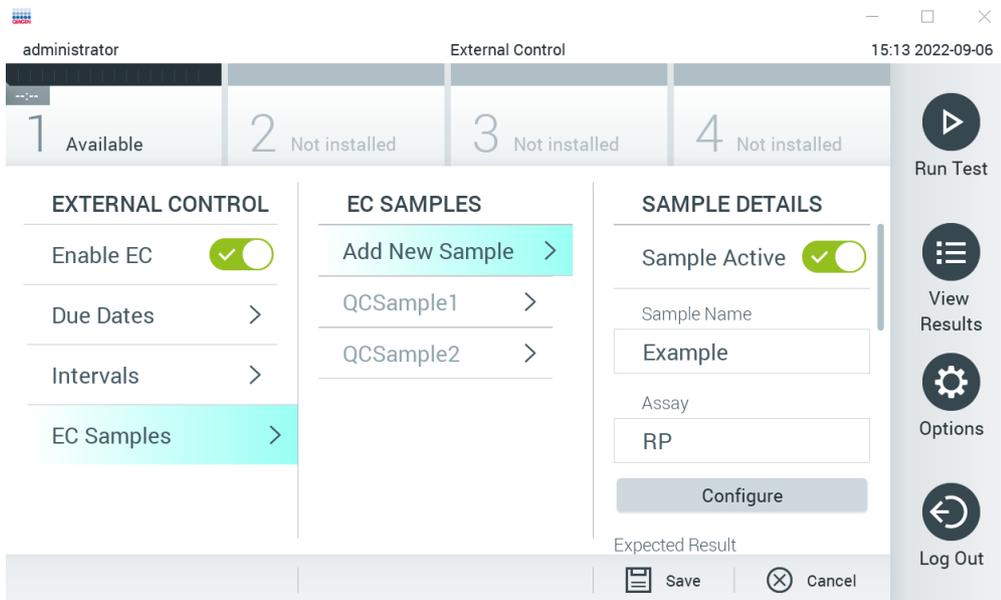
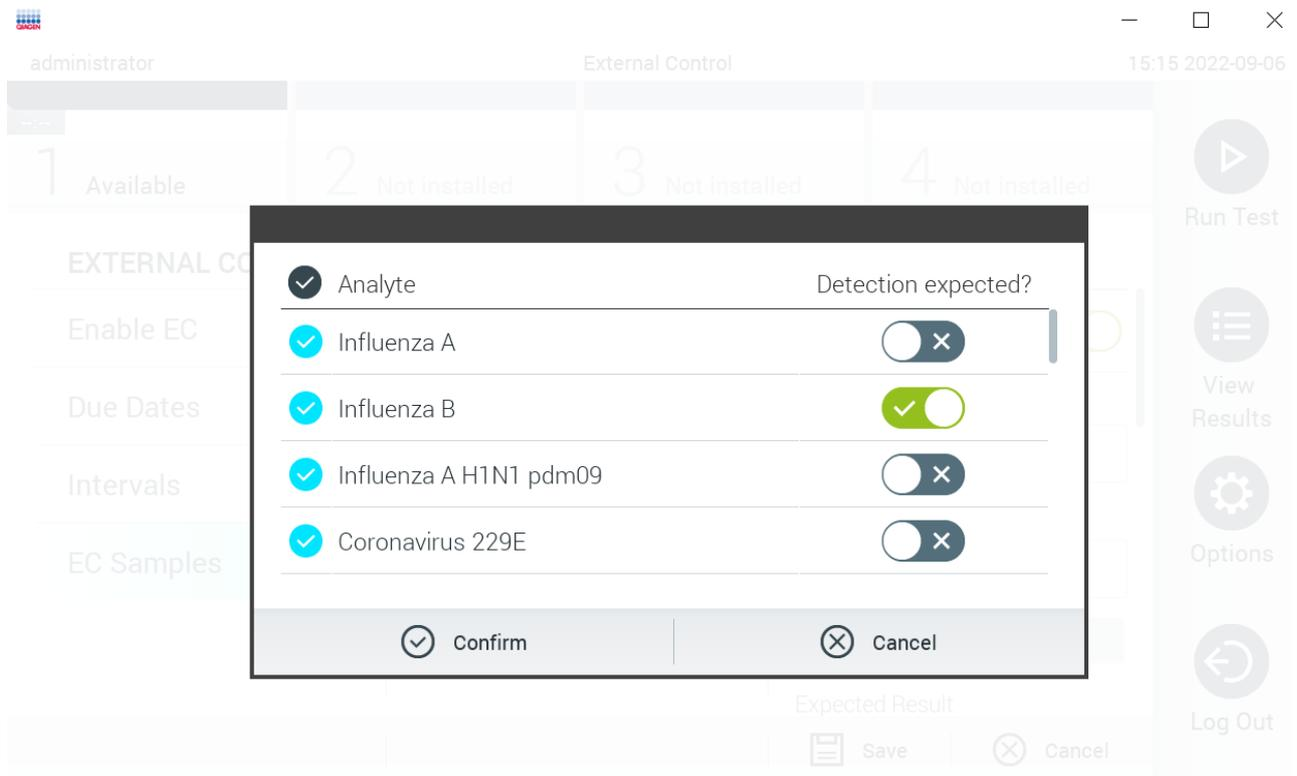

図 53.External Control EC Samples (外部コントロールの EC サンプル) 画面。
図 54. External Control EC Sample (外部コントロール EC (External Control) サンプル) 構成画面。
5. 外部コントロール検査で使用するサンプルを追加または編集するには、**EC Samples** (EC サンプル) を選択します。新しい EC サンプルを追加するには、**Add new Sample** (新しいサンプルを追加) を押してから、右側の列の構成を続行します (図 53)。EC サンプルを編集するには、中央列から既存のサンプルを選択し、右列で設定を続けます。
6. Configure (構成) を選択して、External Control (外部コントロール) 検査の分析対象を編集します (図 53)。外部コントロール EC (External Control) サンプルの構成では、分析対象を外部コントロール EC (External Control) の実行で検討するかと、検出が予測されるかを決定できます (図 54)。